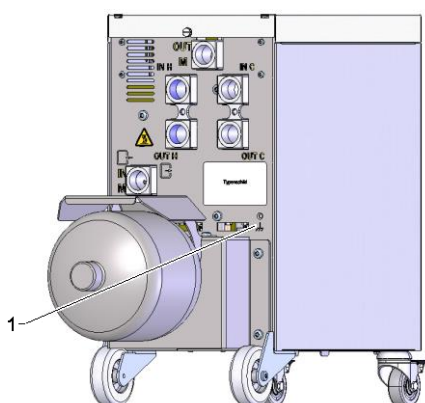

Fig. 17: Aterramento funcional
Grandes fontes de interferência CEM na proximidade da unidade de comutação podem influenciar a respectiva função. Neste caso, a caixa da unidade de comutação tem de ser aterrada com uma fita de terra (ponto de ligação para aterramento funcional, ver (1) Fig. 17).